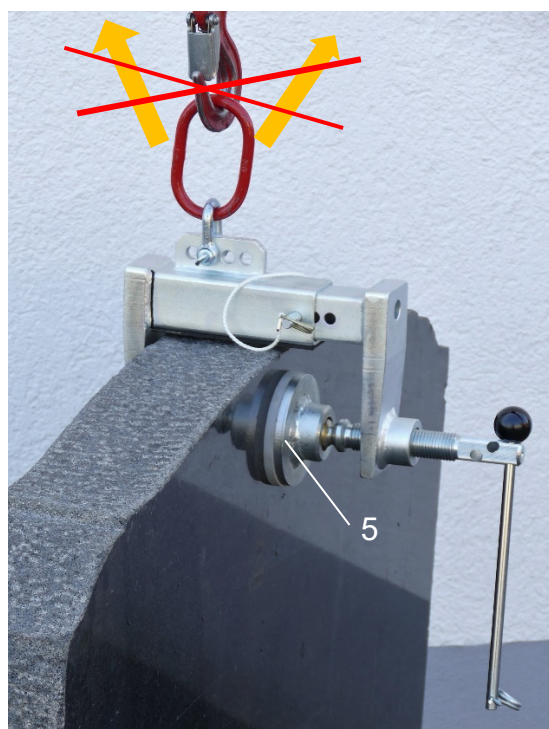

Abb. 1
- Mit dem Hebel (4) die bewegliche Backe (5) im Uhrzeigersinn festspannen (Abb. 1).
- Schäkel (6) bei Bedarf in dem Raster (7) verstellen (Abb. 1).
- Ovalring (8) in den Lasthaken des Hebezeuges einhängen.